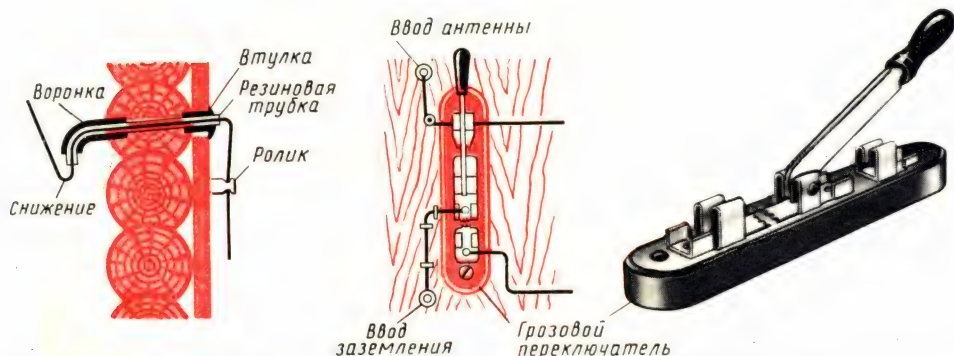

Рис. 26. Оборудование вводов антенны и заземления и установка грозового переключателя
**Вводы антенны и заземления.** В сельской местности для оборудования ввода наружной антенны кроме изоляционных материалов потребуются еще грозовой переключатель — небольшой рубильник с зубчатыми пластинками, образующими искровой промежуток. Провода снижения и заземления вводи внутрь комнаты через отверстия, просверленные в стене (рис. 26), оконной колоде или неоткрывающейся раме окна. Сверли их с небольшим наклоном в сторону улицы, чтобы через них в комнату не затекала дождевая вода. Возможно ближе